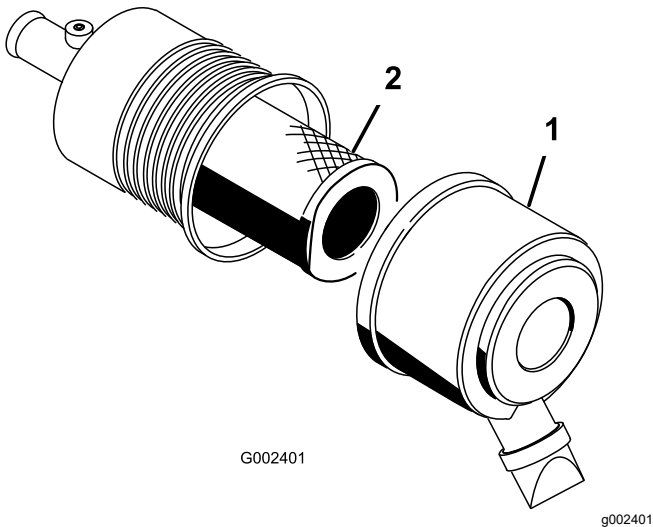

图 55
2. 松开将空气滤清器盖固定到空气滤清器壳体上的搭扣图 55。
3. 从空气滤清器壳体上取下空气滤清器盖(图 55)。
5. 拆下并更换滤清器图 55。